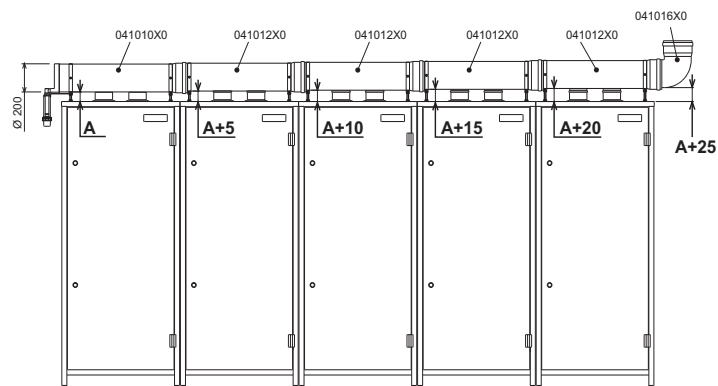
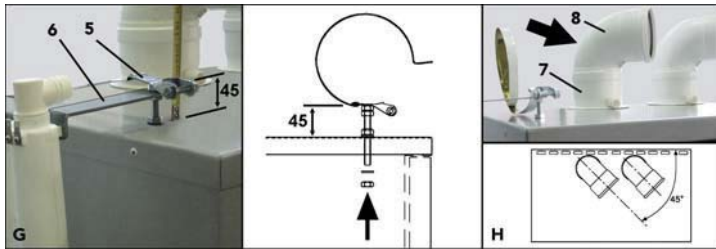
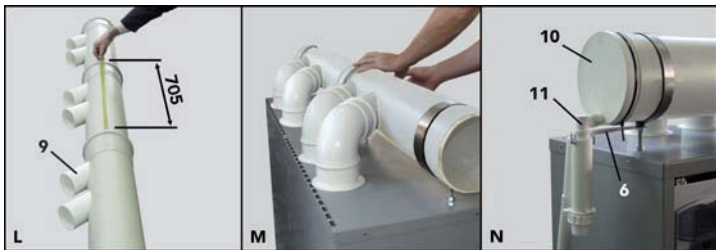

рис. 32 - Установка 5 модулей
рис. 35
рис. 36
- G** Установите опорные фланцы коллекторов "5" используя предусмотренные для этой цели отверстия в верхней части модулей. При установке фланца на первый модуль должен быть соблюден размер 45 мм. (см. рамку "G" рис. 35). Вышеуказанный размер необходимо увеличить на 5 мм для каждого из следующих модулей, чтобы угол наклона коллектора дымовых газов соответствовал размеру, указанному на рис. 32. На фланец первого модуля установите опорный кронштейн сифона для слива конденсата "6".
- H** Установите на патрубки "7" колена папа-мама 90° "8", в положении под углом 45° по отношению к модулю (см. рамку "H" рис. 35). При установке одного модуля **ЕCONCEPT 51/51i** используйте только одно колено 90° и пробку, имеющуюся в базовом комплекте.
- L** Установите дымовые трубы (операция должна выполняться на полу), обращая внимание на то, чтобы все соединения "9" находились на одной линии, и при строгом соблюдении установочного размера 705 мм (см. рамку "L" рис. 36).
- Проверьте правильность угла наклона коллектора (см. рис. 32) и соединения всех патрубков, колен и клапанов, обращая внимание на то, чтобы уплотнения плотно сели в соответствующих канавках (см. рамку "M" рис. 36). Прижимайте наружные уплотнения к верхней части модулей. Окончательно затяните опорные фланцы.